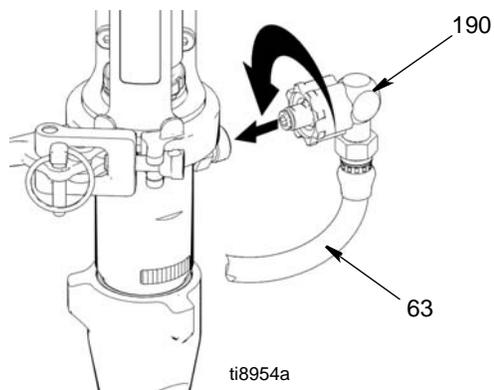

图 26
7. (图 26) 打开夹子，将泵出口与软管接头 (190) 对准。将涂料软管接头 (190) 和涂料软管 (63) 装到泵连接处，合上夹子。